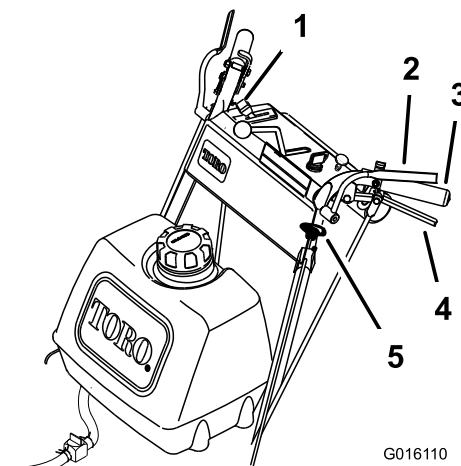

Figure 12
1. Pour engager les lames, serrez les leviers de commande de présence de l'utilisateur (OPC) contre les poignées (Figure 12).
1. Poussez le bouton de commande des lames (PDF) vers le bas en position arrêt (Figure 12).
2. Le moteur sera coupé et les lames s'arrêteront si vous relâchez les leviers de commande de présence de l'utilisateur (OPC) (Figure 12) quand le levier de commande des lames est engagé.